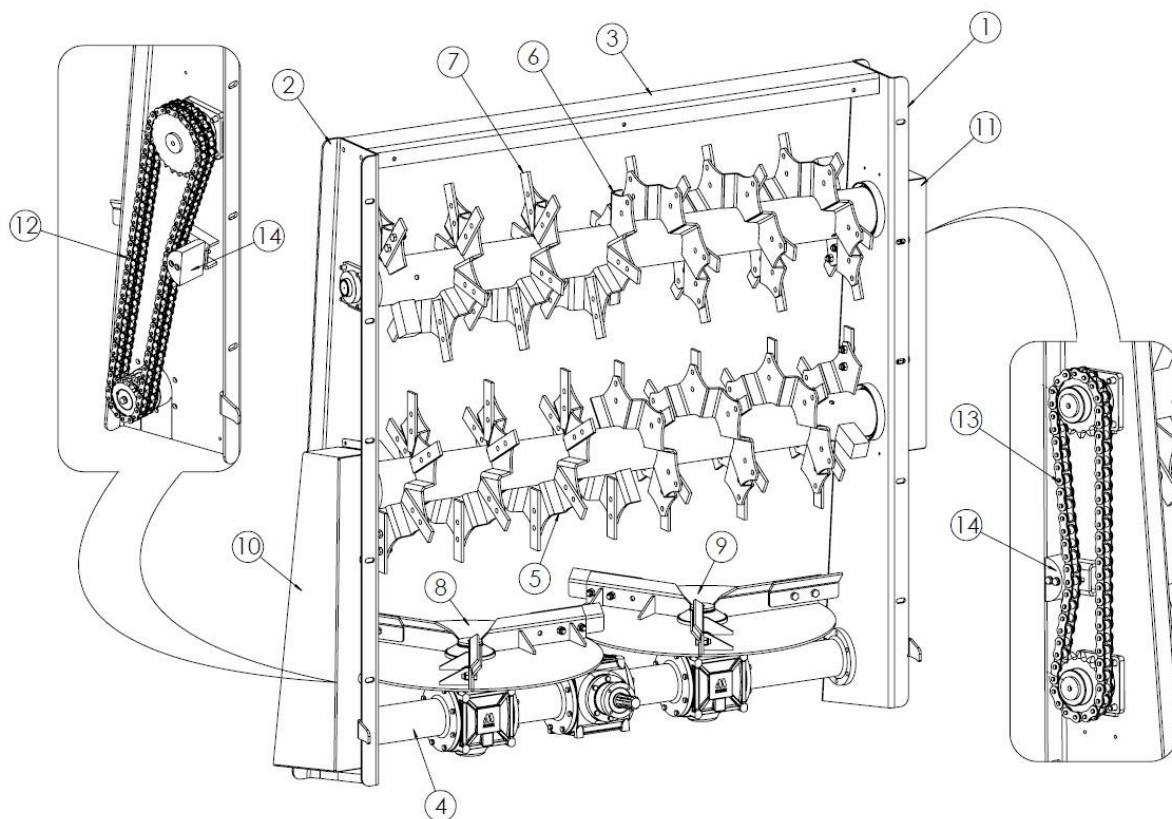

Figure 10. Disque et dispositif d'épandage horizontal à 2 rotors
Le dispositif d'épandage disque/horizontal à 2 rotors (figure 10) se compose d'une poutre latérale gauche (1), d'une poutre latérale droite (2) et d'une poutre supérieure (3) formant le cadre du dispositif d'épandage. En bas, il y a une transmission (4) sur laquelle sont montés les disques d'épandage (5), (6). Les principaux outils de travail sont des lames interchangeables (7) boulonnées aux rotors horizontaux (8), (9). Les rotors, lorsqu'ils tournent, broient le matériau distribué, qui est dirigé à travers le capot du dispositif d'épandage sur les disques d'épandage. Les disques rotatifs projettent les matériaux déchiquetés vers l'arrière et sur les côtés. La transmission de l'entraînement (4) aux rotors horizontaux (5), (6) s'effectue par des transmissions à chaîne situées sous les capots (10), (11). Entraînement de la boîte de vitesses au rotor de la chaîne inférieure 16B2 (12). L'entraînement du rotor inférieur au rotor supérieur est transmis par la chaîne 20B1 (13). Les chaînes sont tendues au moyen de tendeurs (14).